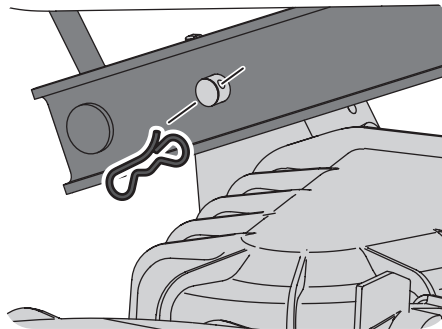

Figure 4-13
11. Depuis le côté gauche du tracteur, localisez la goupille papillon sur le côté gauche arrière du plateau. Voir la Figure 4-13.
12. Retirez la goupille et dégagez-la du bras de relevage du plateau de coupe. Voir la Figure 4-13.